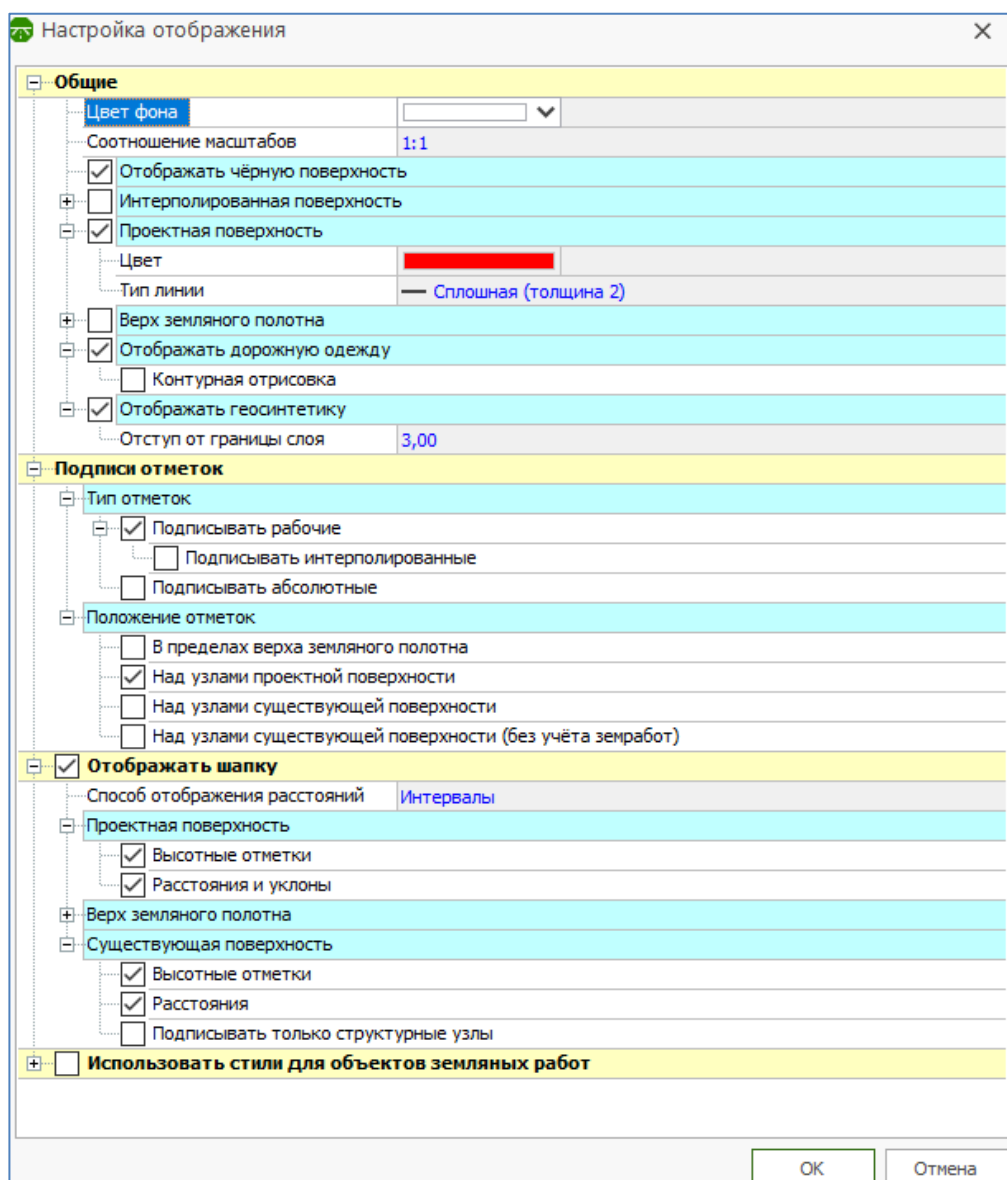
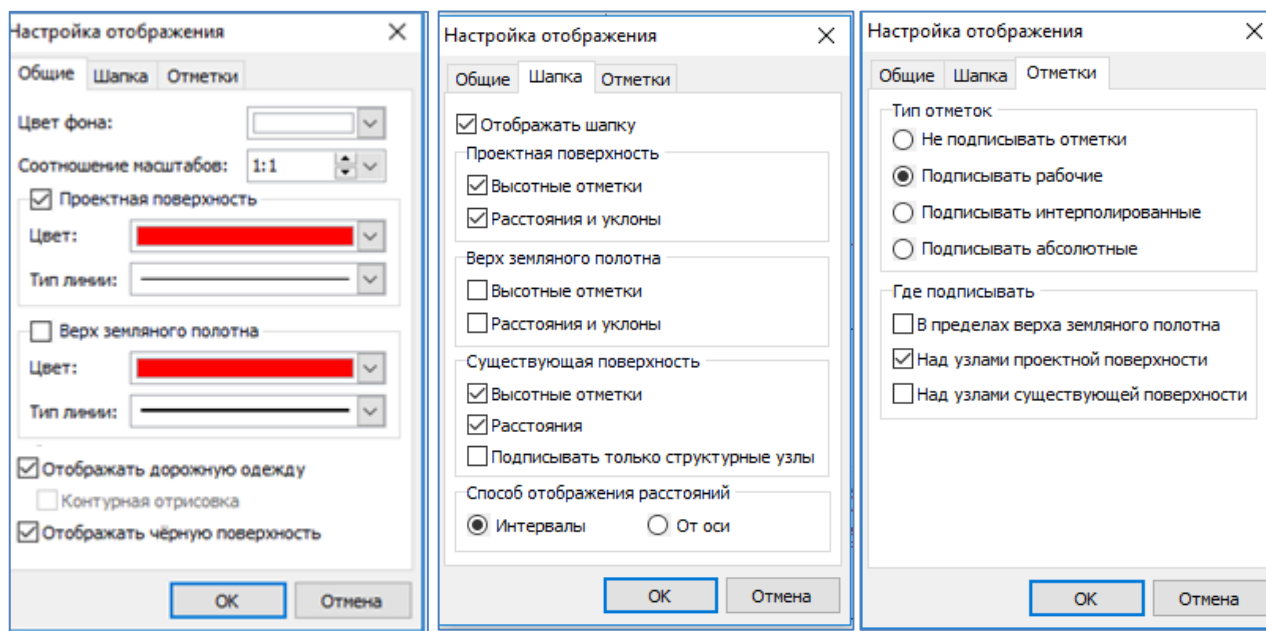

Рисунок 3 – Окно настройки отображения поперечного профиля
Рисунок 4 – Закладки окна настройки изображения поперечного профиля в старой версии программы
В открывшемся окне на закладке **«Общая»** задают соотношение масштабов **1:1**, что означает равенство горизонтального и вертикального масштабов (см. рис. 3). Также ставят флажки напротив позиций **«Отображать чёрную поверхность»** и **«Проектная поверхность»**. В старой версии программы данные параметры задаются на закладке **«Общие»** (см. рис. 4).
На ветке **«Подписи отметок»** задают пункт **«Подписывать рабочие»**, а в позиции **«Положение отметок?»** – **«Над узлами проектной поверхности»** (рис. 3). В старой версии программы данные параметры нужно искать на закладке **«Отметки»** (см. рис. 4).
На ветке **«Отображать шапку»** устанавливают флажки, как показано на рис. 3. В старой версии программы задают параметры на закладке **«Шапка»** (см. рис. 4).
7.1 Настройка отображения дорожной одежды на поперечном профиле. Перед конструированием дорожной одежды необходимо настроить отображение дорожной одежды на поперечном профиле (см. п. 3, рис. 3). Нужно поставить флажок напротив позиции «**Отображать дорожную одежду**» и убрать флажок напротив позиции «**Контурная отрисовка**».